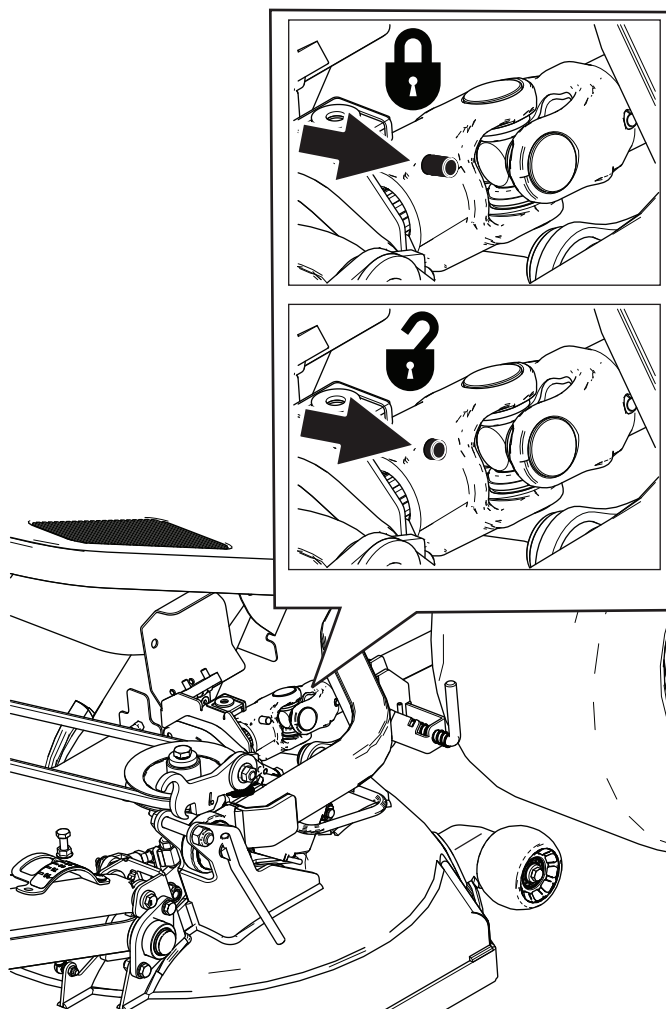

Bild 91
1. Drehen Sie die Viertelumdrehungsbefestigung und öffnen Sie die Abdeckung des Antriebsgelenks von der Riemenabdeckung (Bild 91).
2. Trennen Sie das vordere Ende der Antriebswelle vom Getriebe der Schneideinheit, indem Sie den Federstift drücken und dann das Ende der Antriebswelle nach hinten ziehen (Bild 91).
3. Lassen Sie den Federstift los und prüfen Sie, ob das Antriebsgelenk der Antriebswelle im Getriebe der Schneideinheit arretiert ist, siehe Bild 91.